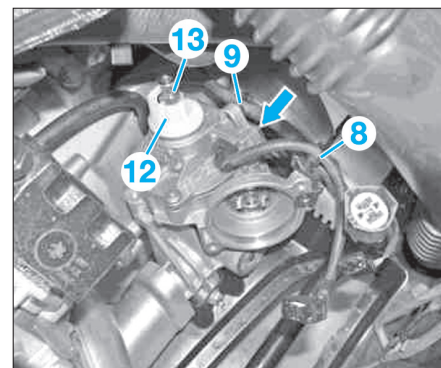

FIG. 16
- Retirer la protection thermique (2).
- Dégager l'agrafe (8) (Fig.16).